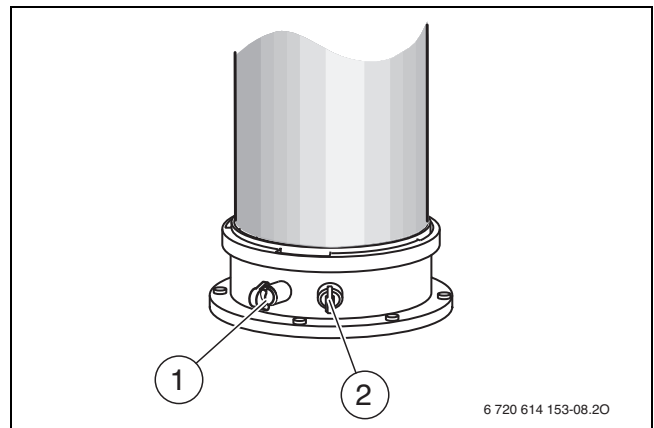

Bild 56 Abgasmessstutzen und Verbrennungsluft-Messstutzen
- ▶ Stopfen am Verbrennungsluft-Messstutzen (→ Bild 56, [2]) entfernen.
- ▶ Stopfen am Abgasmessstutzen (→ Bild 56, [1]) entfernen.